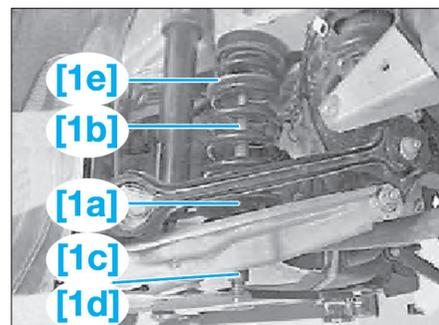

Fig. 47
- Centrer les outils [1e], [1a], [1b], [1c] et [1d] pour obtenir la plus grande surface d'appui possible au niveau du ressort hélicoïdal (Fig.47).